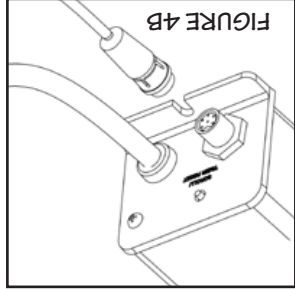

FIGURE 4B
1. Avant d'enlever le capteur, exécuter les étapes décrites à la section "Manchon de quartz - remplacement / nettoyage". On devrait toujours nettoyer le manchon de quartz en même temps que le capteur UV. Déconnecter le capteur UV du contrôleur Cobalt "PLUS" (BA-ICE-CM) en débranchant le câble du capteur en tournant le collet dans le sens inverse des aiguilles d'une montre (Figure 4B). Pour enlever le capteur, saisir la partie en acier inoxydable du capteur et tourner dans le sens contraire des aiguilles d'une montre (Figure 4C), jusqu'à ce que le capteur soit séparé du connecteur filaire.
3. S'assurer que la lentille du capteur a été rincée et qu'il ne reste aucune trace de solution nettoyante. Réassembler le capteur avec le joint torique (Figure 4E) dans le connecteur de montage. Visser le capteur sur le connecteur et serrer suffisamment pour établir une jonction étanche. NE PAS SERRER EXCESSIVEMENT. Raccorder le câble du capteur au contrôleur et remettre le système en service (Figure 4B).